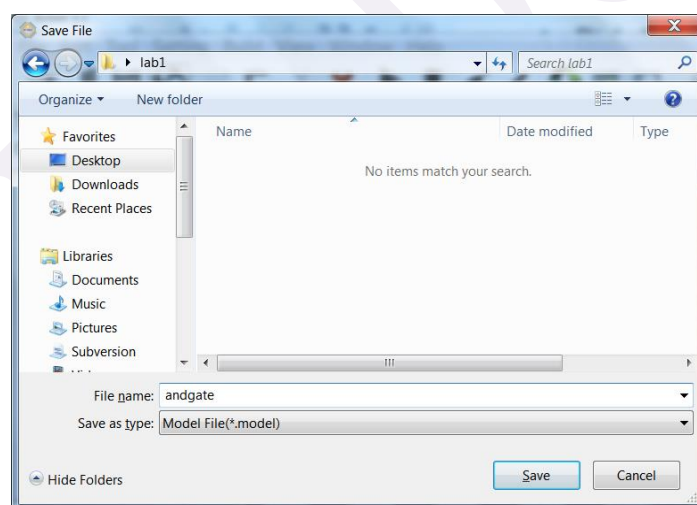

图 2-1-8 保存为模型
(4) 保存。点击工具栏  图标，或者点击菜单“File”中的下拉菜单“Saveas”，会出现如图 2-1-8 的界面，将模型另存到一个文件夹中。